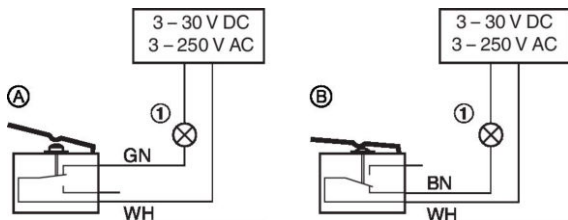

Abb. 116: Anschlussbeispiel Endschalter
- Anschluss der Endschalter anhand des Anschlussbeispiels Abb. 116